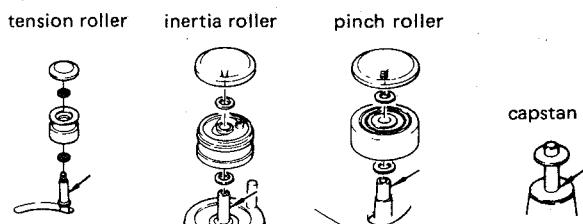

Fig. 2-19
2. テンション・ローラ, ガイド・ローラ, ピンチ・ローラには数滴、キャブスタンには一滴、それぞれ図2-19に矢印で示す個所に注油する。